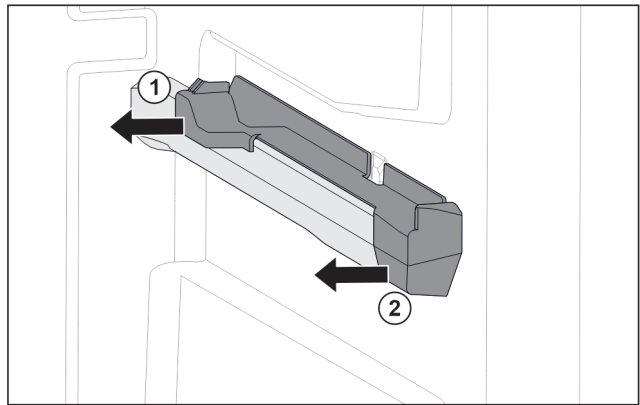

Fig. 84 Insteekelement op rechter containerrib
- ▶ Insteekelement achter naar de zijkant toe eraf trekken. Fig. 84 (1)
- ▶ Insteekelement voor naar de zijkant toe eraf trekken. Fig. 84 (2)